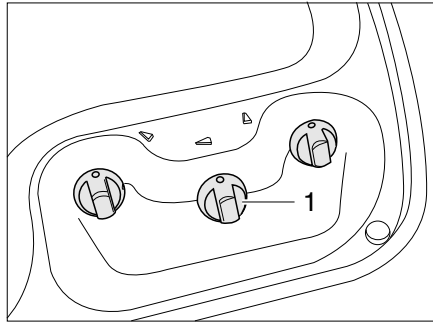
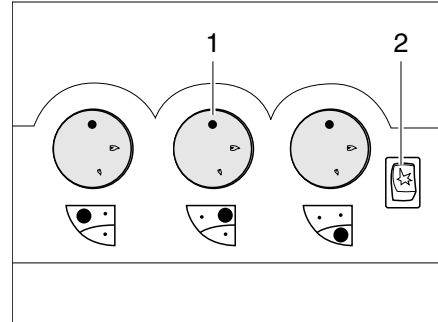

Fig. 322 Elementi di comando del fornello a gas (senza tasto di accensione piezoelettrico)
Fig. 323 Elementi di comando del fornello a gas (con tasto di accensione piezoelettrico)
- Ruotare il pomello girevole (Fig. 322,1 o Fig. 323,1) dell'apparecchio a fiamma libera desiderato in posizione accesa (fiamma alta).
- Se è presente un tasto di accensione (Fig. 323,2):